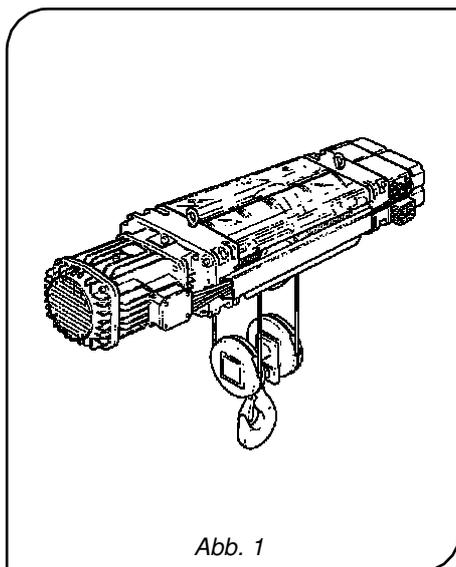

Abb. 1
- 5 Standardversionen mit kurzer (C), normaler (N), langer (L) und extralanger (X1) und (X2) Seiltrommel für Hakenwege von 4 bis 58 m.
- **Feste Ausführung:** (Abb. 1)